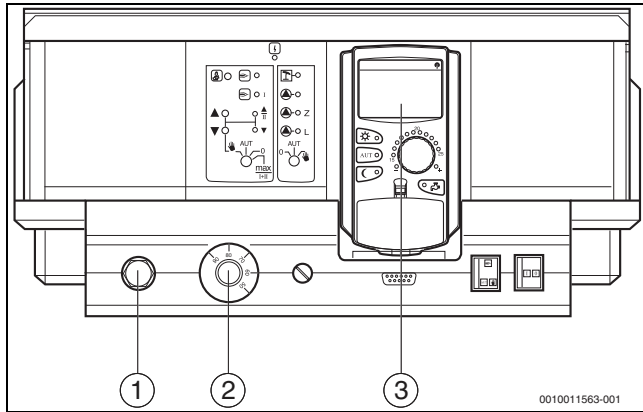

Рис. 35 Настройки системы управления
- ▶ Установите адрес системы управления (2, рис. 35)